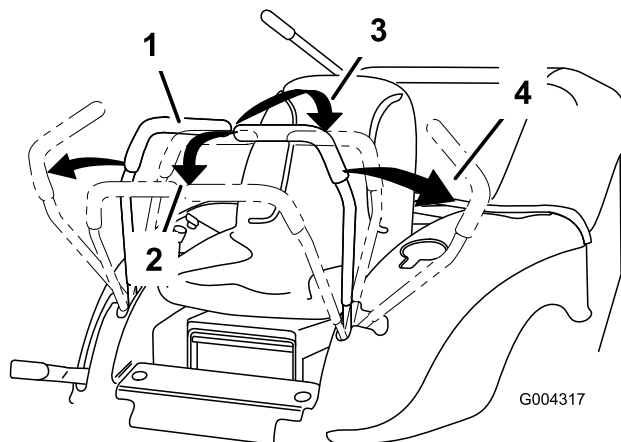

Figura 12
2. Para ir hacia adelante, empuje lentamente las palancas de control de movimiento hacia adelante (Figura 12).
Para ir recto, aplique la misma presión a ambas palancas de control de movimiento (Figura 12).
Para girar, deje de empujar la palanca de control de movimiento del lado al que desea girar (Figura 12).
2. Para ir hacia atrás, tire lentamente de las palancas de control de movimiento hacia atrás (Figura 12).